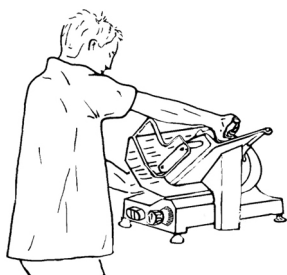
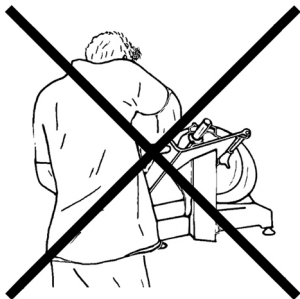

Fig. 1a - Posizione corretta
Fig. 1b - Posizione incorretta
- Per evitare incidenti, la persona che usa l'affettatrice deve essere rivolta verso l'apparecchio nella posizione corretta: apporre la mano destra sulla morsa di carne, la mano sinistra accanto al deflettore (**non toccare il coltello**); il corpo deve essere nella posizione perpendicolare al piano di lavoro (vedere Fig. 1a). **AVVERTIMENTO: Prestare attenzione particolare: nessuna parte del corpo non può avere contatti con la lama** (vedere Fig.1b);